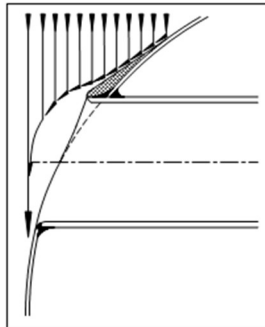

Fig. 3
- Breng een gestroomlijnde verbinding tot stand tussen het deel van de pijp dat nog uitsteekt en de romp van de boot. Fig. 3 toont een ideale aansluiting. Bij metalen rompen moet een stuk plaatmetaal, op maat gesneden, worden vast gelast. Alle naden en rondingen moeten zo glad mogelijk zijn.